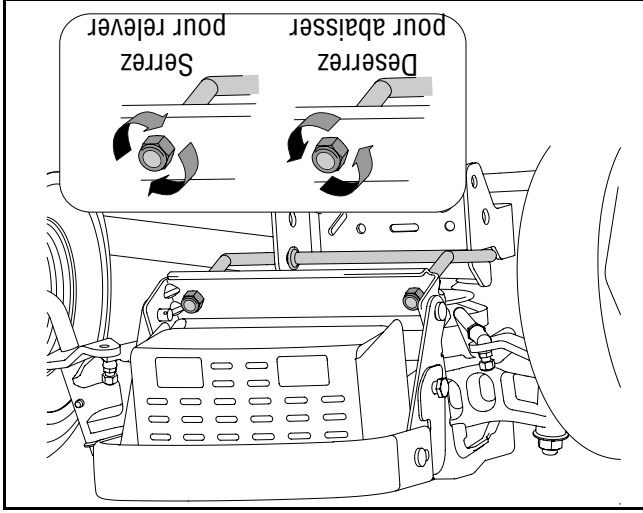

Figure 12
6. Serrez les écrous de blocage à six pans internes contre le crochet de suspension avant pour relever l'avant du plateau de coupe; desserrez ces écrous à six pans pour abaisser l'avant du plateau de coupe. Voir la Figure 12.